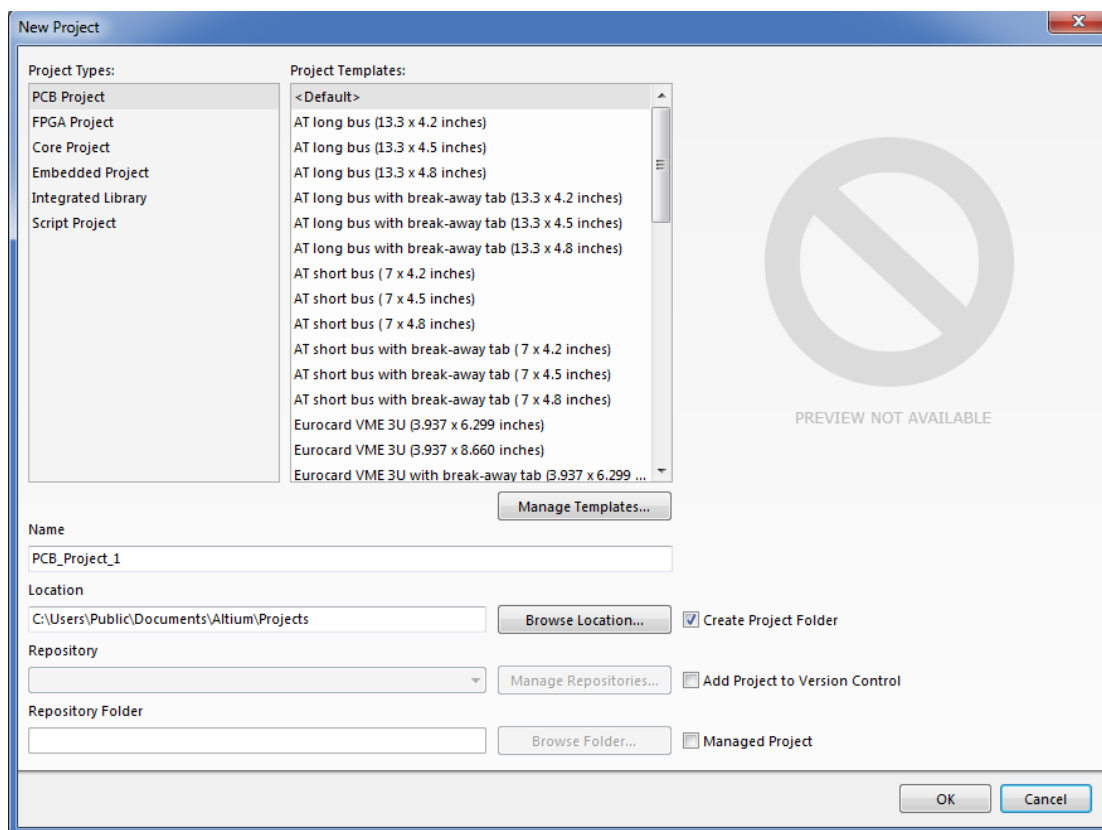

Рис. 1.3
2) У вікні, що відкрилось (Рис. 1.3), у розділі **Project Types** оберіть **PCB Project**. У розділі **Project Templates** оберіть **<Default>**. У рядку **Name** впишіть назву проекту “*Проект друкованої плати*” вказавши номер групи та прізвище. У рядку **Location** впишіть адресу розміщення проекту після чого натисніть **ОК**.